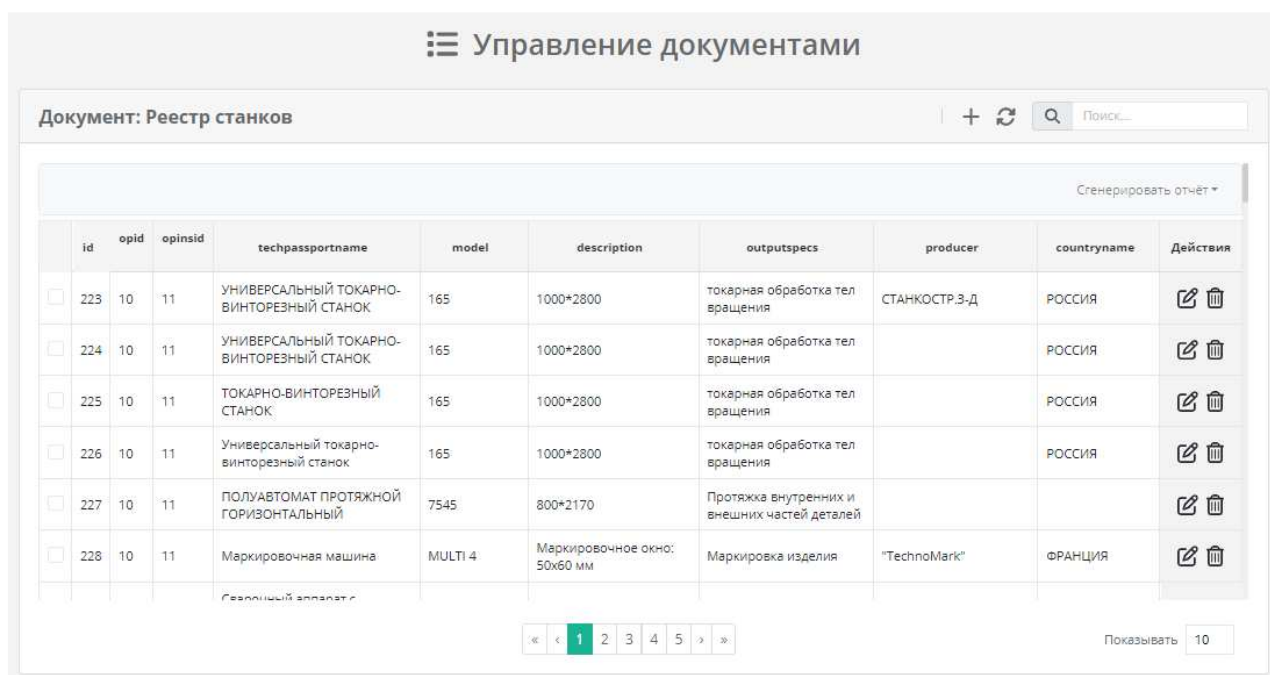

Рисунок 44. Просмотр документа
2) Откроется форма (Рисунок 44) с данными таблицы, указанной при настройке документа (Рисунок 45).